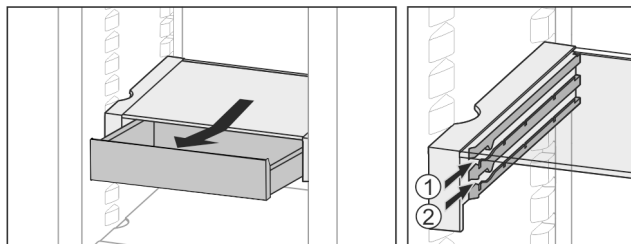

Fig. 34
- ▶ Na dowolnej wysokości Fig. 34 (1) lub Fig. 34 (2) wsuwać.